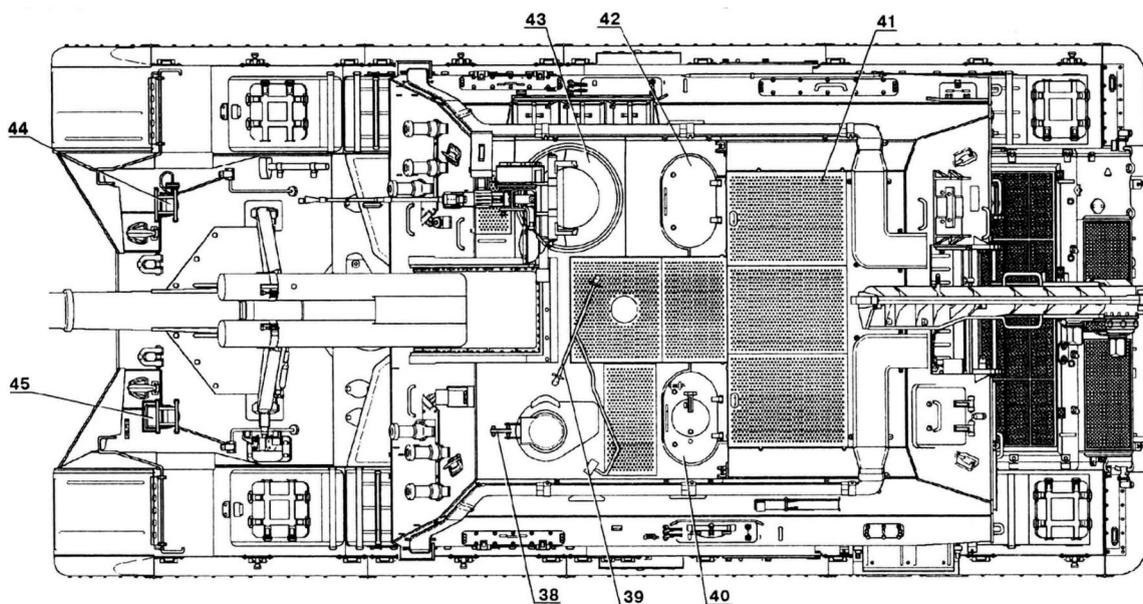

Рис. 22.2. Чертеж СГ 2С19 (вид сверху)
- воздухопитающая труба (рис. 22.2,3),